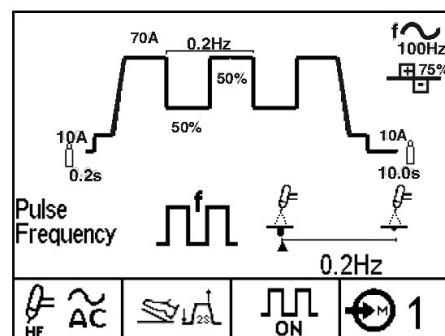

Figura B.4c
- TIG Pulsato (vedi Figura B.4c)
2. La **Sezione Parametri del Display** visualizza il parametro selezionato, la sua icona ed il valore. Per cambiare il valore, occorre ruotare la manopola encoder (4). Alcuni parametri come la frequenza in AC hanno un'icona dedicata sul display LCD che visualizza l'effetto della variazione del parametro che stiamo modificando sull'arco e/o sul profilo del cordone. Durante la modifica di questi parametri, un cursore si muoverà tra il valore minimo ed il massimo dell'icona indicando il relativo effetto del parametro. L'esempio in Figura B.4c visualizza l'esempio di icona sopra descritto. Fare riferimento alla tabella B.1 per l'elenco delle icone disponibili.